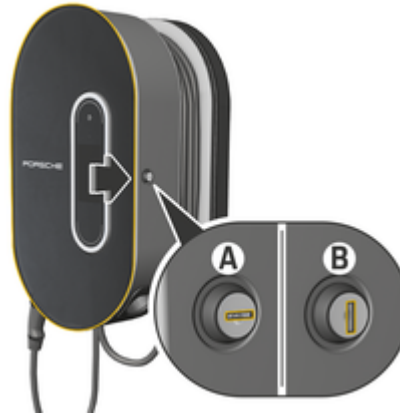

Abb. 18: Lade-Dock
- ▶ Schloss in die Position **A** (Abb. 18) drehen.
- ▶ Schloss in die Position **B** (Abb. 18) drehen.